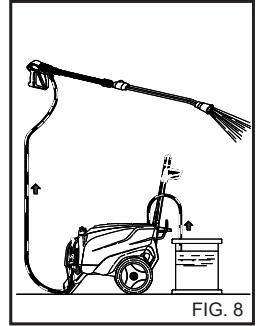

FIG. 8
После использования моющего средства система всасывания химиката должна быть промыта чистой водой. (fig. 8).
- 1) После использования мощного средства сполосните под давлением контур подачи воды: включите насос на 1 минуту с полностью закрытым дозирующим краном. (fig. 8)
- 4) После использования моющего средства сполосните под давлением контур подачи воды: включите насос на 1 минуту с полностью закрытым дозировочным краном. (fig. 8).